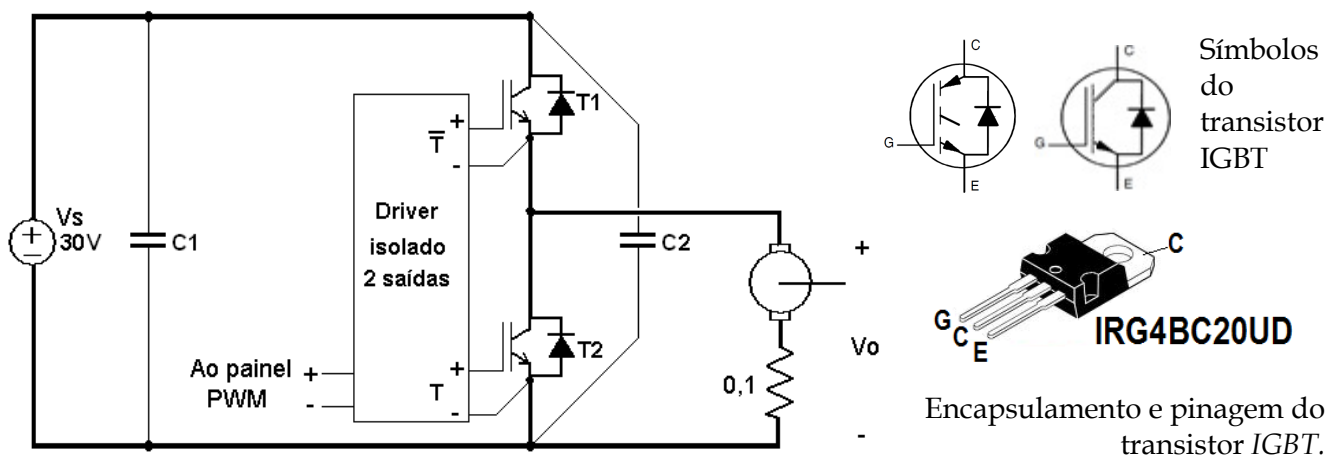

Figura 1 – (a) *Chopper* de 2 quadrantes a IGBTs conectado à MCC (b) Encapsulamento e símbolos do IGBT
1. Monte o circuito do *chopper* de 2 quadrantes e conecte-o à MCC, como indicado na Figura 1.